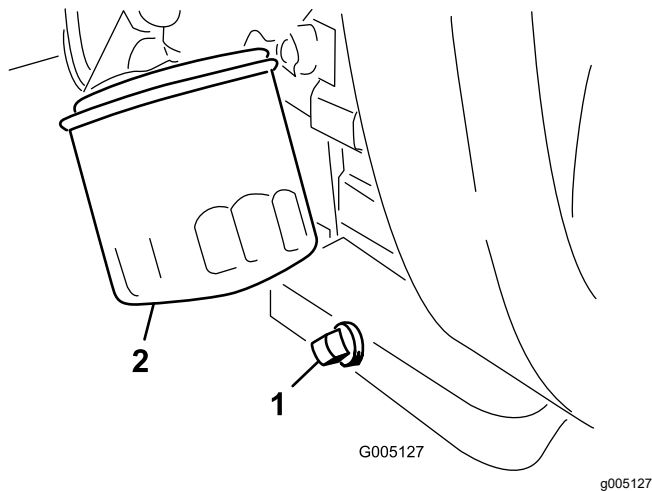

図 41
- ドレンプラグ 図 41 を外してオイルを容器に受ける。
- ドレンプラグのねじ山をきれいにして PTFE シーラントを巻き付ける 図 41。
- オイルフィルタ 図 41 を外す。